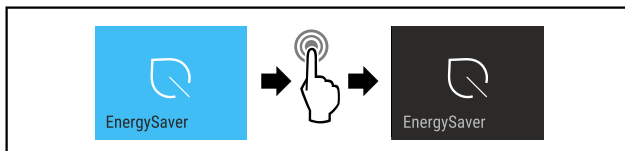

Fig. 17
- Eseguire i passaggi (vedere Fig. 17).